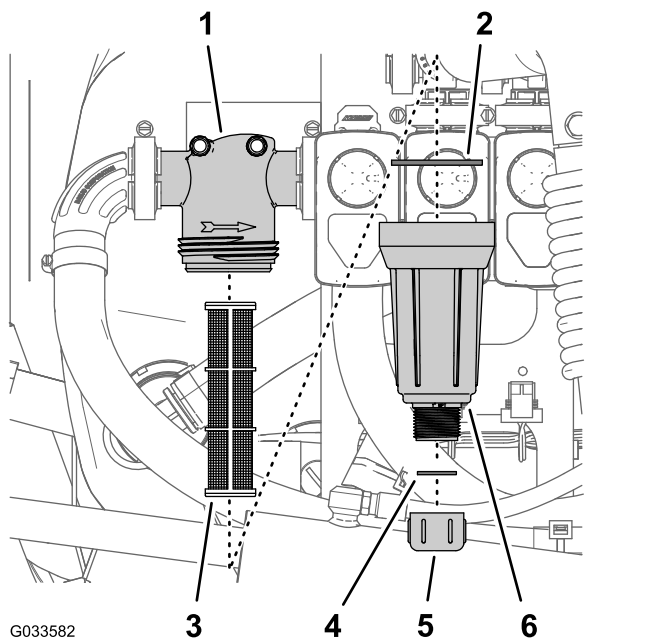

Figura 92
2. Coloque un recipiente de drenaje debajo del filtro de presión (Figura 92).
3. Gire el tapón de vaciado en sentido antihorario y retírelo de la cubeta del filtro de presión (Figura 92).
4. Enrosque la cubeta en sentido antihorario y retírela de la cabeza del filtro (Figura 92).
5. Retire el elemento usado del filtro de presión (Figura 92).
6. Inspeccione la junta del tapón de vaciado (situada dentro de la cubeta) y la junta de la cubeta (situada dentro de la cabeza del filtro) en busca de daños o desgaste (Figura 92).
7. Instale el elemento nuevo del filtro de presión en la cabeza del filtro (Figura 92).
8. Instale la cubeta en la cabeza del filtro, y apriétela a mano (Figura 92).
9. Coloque el tapón de vaciado en el acoplamiento inferior de la cubeta, y apriete el tapón a mano (Figura 92).